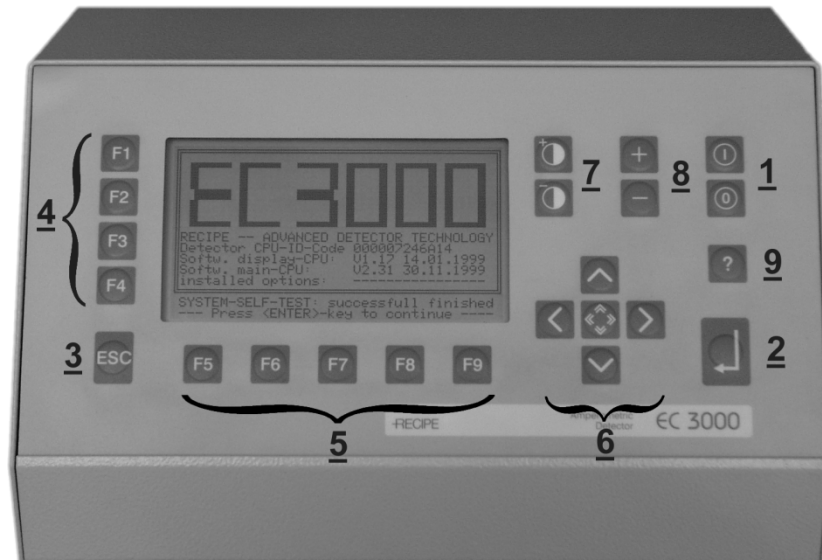

Abb. 8: Frontkonsole des EC3000
Das Gerät wird mit den „on/off“-Tasten (1) (siehe Abb. 8) ein- und ausgeschaltet. Zum Einschalten des EC3000 drücken Sie die Taste [I], zum Ausschalten die Taste [O].
Der EC3000 wird über sein Bedienfeld (siehe Abb. 8) gesteuert.
Bitte beachten: Die Lichtstärke von LED-Displays wird im Allgemeinen durch Temperaturschwankungen beeinflusst. In der Aufwärmphase des Displays kann es daher nötig sein, den Kontrast der Anzeige zu erhöhen (Display Kontrast-Tasten (7), siehe Abb. 8).
Die Funktions-Tasten [F1] ... [F4] ((4), siehe Abb. 8) sind mit der Sprachauswahl belegt. In der Basisausstattung des EC3000 sind „Englisch“ und „Deutsch“ installiert.
Die Funktions-Tasten [F7] ... [F9] ((5), siehe Abb. 8) sind mit der Auswahl der Betriebsart belegt. In der Basisausstattung des EC3000 sind die Betriebsarten „RS232C“ und „Service“ nicht installiert. Bei Geräten mit Basisausstattung ist deshalb die Betriebsart „Handbetrieb via Tastatur“ fest voreingestellt.
Die Funktions-Tasten [F1] ... [F4] ((4), siehe Abb. 8) sind für die Auswahl des Messmodus vorgesehen. In der Basisausstattung des EC3000 ist nur der Messmodus „Gleichstrom-Amperometrie“ verfügbar. Bei Geräten mit Basisausstattung ist deshalb dieser Messmodus voreingestellt.
Die Funktions-Tasten [F7] ... [F9] ((5), siehe Abb. 8) sind mit der Auswahl des Zelltyps belegt.